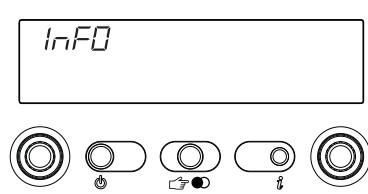

Fig. 62
Pulsando la tecla el visor digital se apaga y aparece solo la inscripción InFO (fig. 62). La caldera permite, pulsando la tecla , visualizar algunas informaciones útiles para su uso. Cada vez que se pulsa la tecla, se pasa a la información sucesiva. Si la tecla no se pulsa, el sistema sale automáticamente de la función.
**Info 0** visualiza la inscripción InFO (fig. 62)